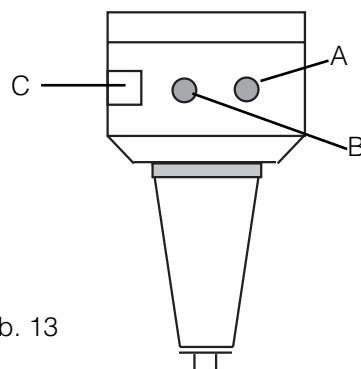

Abb. 13
- 3 - Die Halteschrauben A (d=6) und B (d=3) lockern; dadurch wird der Nocken C (Abb.13) zur Einstellung zugänglich.